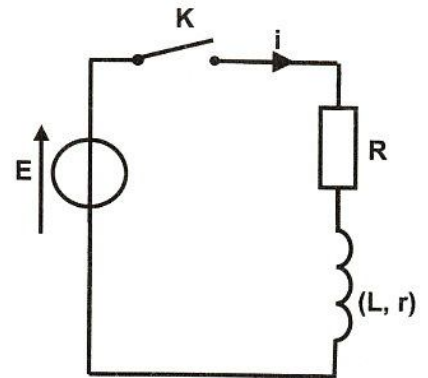

Figure 2
**A-** On réalise un circuit électrique série, constitué d'un générateur de tension de force électromotrice  $E$ , un interrupteur  $K$ , un conducteur ohmique de résistance  $R$  et une bobine d'inductance  $L$  et de résistance  $r$  (Figure 2).
C- On insère dans le circuit précédent (Figure 2), un condensateur de capacité  $C$  et on remplace le générateur de tension par un générateur basse fréquence (**GBF**) délivrant une tension sinusoïdale  $u(t) = U_m \sin(2\pi Nt)$ , d'amplitude  $U_m$  constante et de fréquence  $N$  réglable. Un oscilloscope bicourbe permet de visualiser simultanément, l'évolution au cours du temps des tensions  $u(t)$  aux bornes du générateur et  $u_R(t)$  aux bornes du conducteur ohmique.